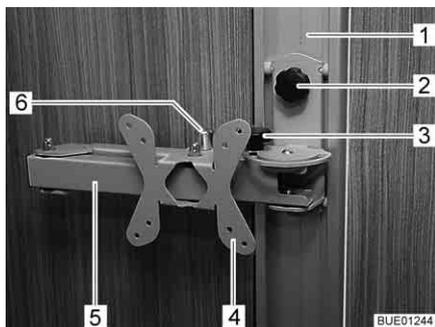

Fig. 45 Soporte sobre riel
- Soltar el tornillo de torniquete (Fig. 45,2) y desplazar el soporte (Fig. 45,4) del riel (Fig. 45,1) hasta la altura deseada.
- Aflojar el tornillo de torniquete (Fig. 45,3).
- Tirar del botón de desbloqueo (Fig. 45,6). El brazo articulado (Fig. 45,5) estará desbloqueado.
- Volver a apretar el tornillo de torniquete (Fig. 45,3).
- Girar la pantalla plana de regreso a la posición inicial hasta que el brazo articulado (Fig. 45,5) engatille en el bloqueo de forma audible.
- Soltar el tornillo de torniquete (Fig. 45,2), desplazar el soporte (Fig. 45,4) hasta la altura deseada, y volver a apretar el tornillo de torniquete.